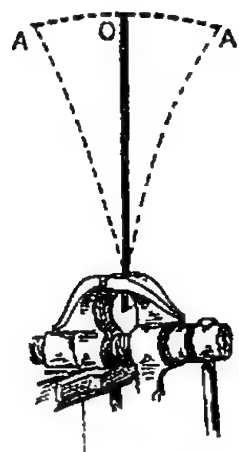

Fig. 539. — Vibration d'une lame d'acier.
**8. Le son est produit par les vibrations d'un corps.** — Si on fixe dans un étau une lame d'acier O (fig. 539) et qu'on l'écarte avec le doigt, puis qu'on l'abandonne, elle exécute une série de mouvements de va-et-vient A A', appelés *vibrations*. Si ces vibrations se succèdent assez rapidement, elles produisent un *son*. De même une corde fortement tendue A B vibre et produit un son lorsqu'on la tire avec le doigt, puis qu'on l'abandonne (fig. 540). — Les corps *sonores* en vibrant produisent un son.